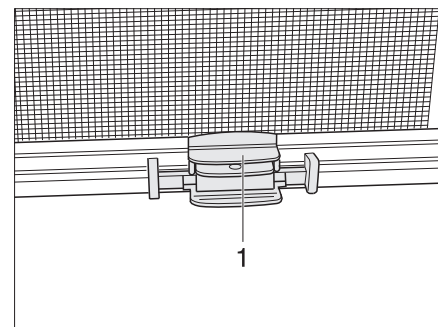

Fig. 50 Persiana
- Agarrar la tablilla final (Fig. 50,1) de la mosquitera enrollable por el centro y dirigirla a la tablilla final de la persiana oscurecedora enrollable.
- Sujetar la tablilla final (Fig. 50,1) de la mosquitera enrollable y accionar la cuchilla de bloqueo.